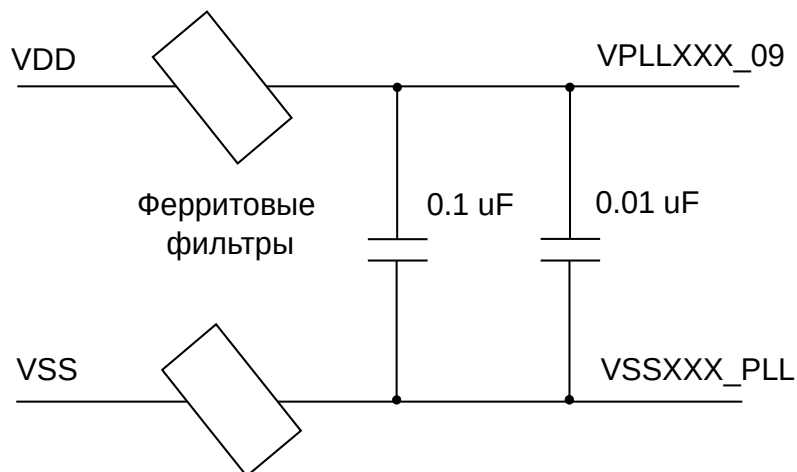

Рисунок 3 - Подключение доменов питания 0,95 В
- 4) Может соединяться на плате с другими доменами питания PLL (и только PLL) с помощью двух ферритового фильтра (BLM15AX601SN1D или подобным) и двух шунтирующих конденсаторов ёмкостью 0,1 мкФ и 0,01 мкФ, см. рисунок 3.